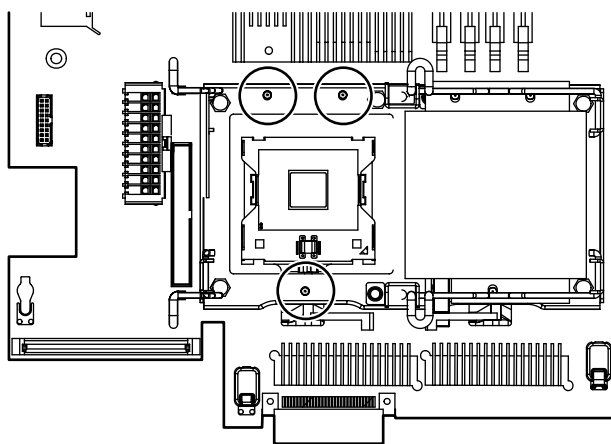

図 96. プロセッサのピンとソケットの穴の位置合わせ
2. ヒートシンクの穴と、プロセッサ ケージの位置決め用の孔を合わせます (図 96)。